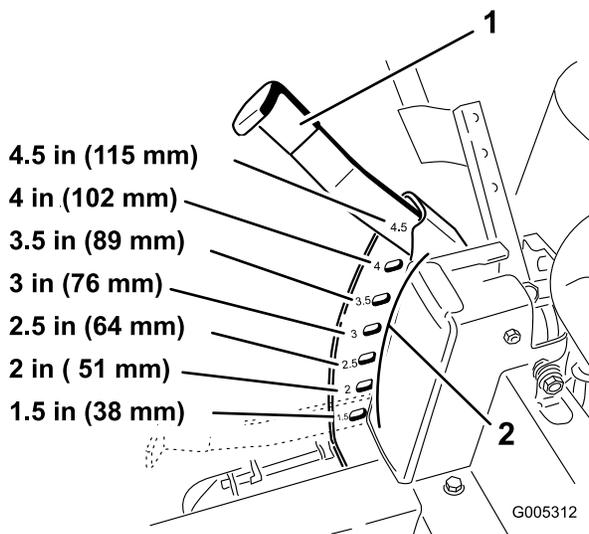

Figure 16
1. Relevez le levier de sélection de hauteur de coupe en position de transport, à la position de réglage 4,5 (qui correspond aussi à la hauteur de coupe de 115 mm [4-1/2 po]) (Figure 16).